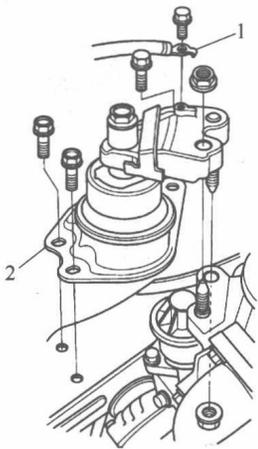

图 1-1-4
- (11) 在油底壳下放置一个千斤顶和木块,以支撑发动机。
(12) 拆下搭铁电缆 1，然后拆下发动机侧支座/托架总成 2，如图 1-1-4 所示。